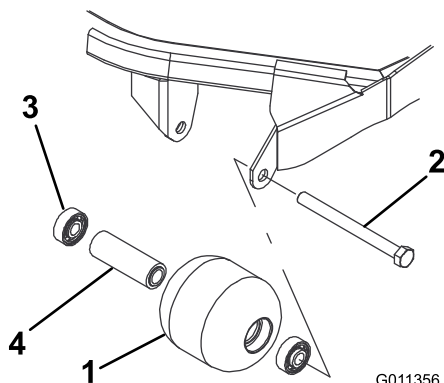

Figura 92
1. Retire el perno de montaje del rodillo (Figura 92).
4. Inspeccione el alojamiento del rodillo, los cojinetes, y el espaciador del cojinete (Figura 92) Sustituya cualquier componente dañado y móntelos.
1. Introduzca a presión el primer cojinete en el alojamiento del rodillo (Figura 92). Haga presión solamente sobre el anillo de rodadura exterior, o de forma igual sobre el anillo exterior y el interior.
2. Introduzca el espaciador (Figura 92).
3. Introduzca a presión el segundo cojinete en el alojamiento del rodillo (Figura 92), haciendo presión de manera uniforme sobre el anillo de rodadura interior y el exterior hasta que el anillo de rodadura interior entre en contacto con el espaciador.